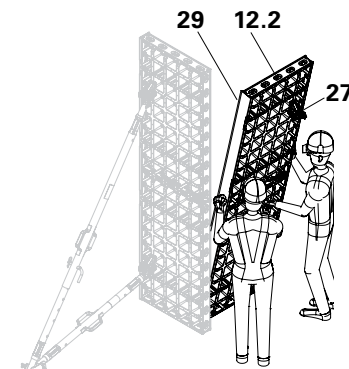

Fig. C1.05
6. Unire la seconda unità alla prima mediante connettore d'angolo DUO (23). (Fig. C1.05 + C1.06)